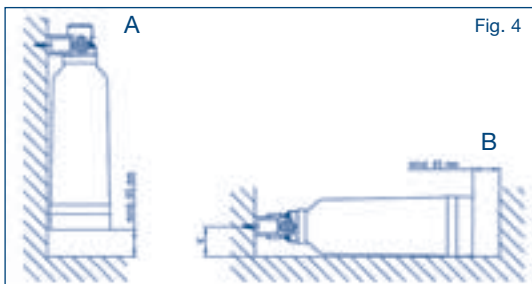

Fig. 4
2. Il sistema di filtrazione può essere utilizzato in posizione verticale o orizzontale (vedi Fig. 4).
3. La distanza tra la cartuccia filtrante e il pavimento, oppure la parete opposta, deve essere di almeno 65 mm, in modo da avere spazio sufficiente per il montaggio della cartuccia filtrante (vedi Fig. 4A e 4B). Per il montaggio della cartuccia filtrante in posizione orizzontale, fare attenzione a porla sul pavimento. Distanza del supporto dal pavimento X (vedi Fig. 4 B) con montaggio orizzontale: